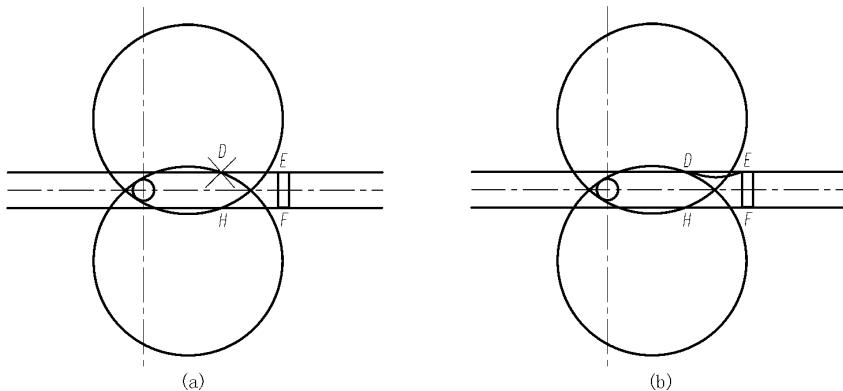

图 2-38 绘制圆弧
(10)选择“绘图”|“圆弧”|“起点、端点、半径”命令,打开“对象捕捉”工具栏,单击“捕捉到交点”按钮,捕捉圆B与辅助线的交点D,单击“捕捉到端点”按钮,捕捉矩形的端点E,如图 2-38(a)所示,输入半径30,绘制圆弧,效果如图 2-38(b)所示。